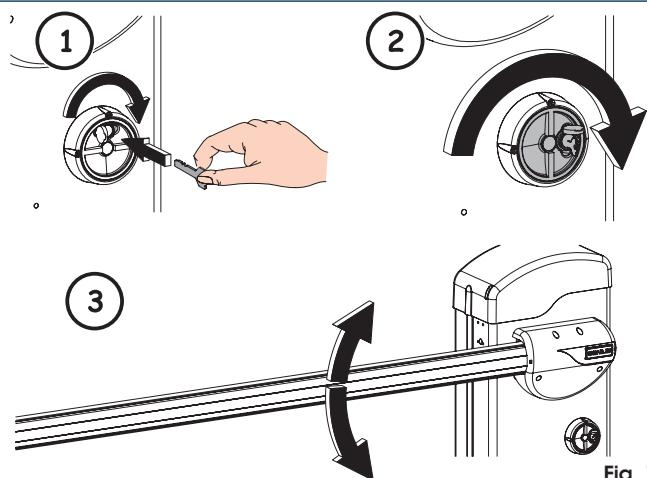

Fig. 1
- Inserire la chiave nel dispositivo di sblocco e ruotarla in senso orario sino al suo arresto, come indicato in fig. 1 rif. ①.
fig. 1 rif. ②.
• Muovere manualmente l'asta, fig. 1 rif. ③.